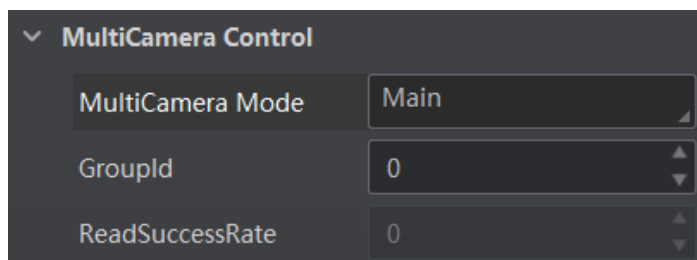

图3-80 设置组播功能参数
3. 设置参数 GroupID 的值，如图 3-80 所示。同一套组播中的设备需要设置成相同的 ID 号，与其它组播中的设备进行区分。